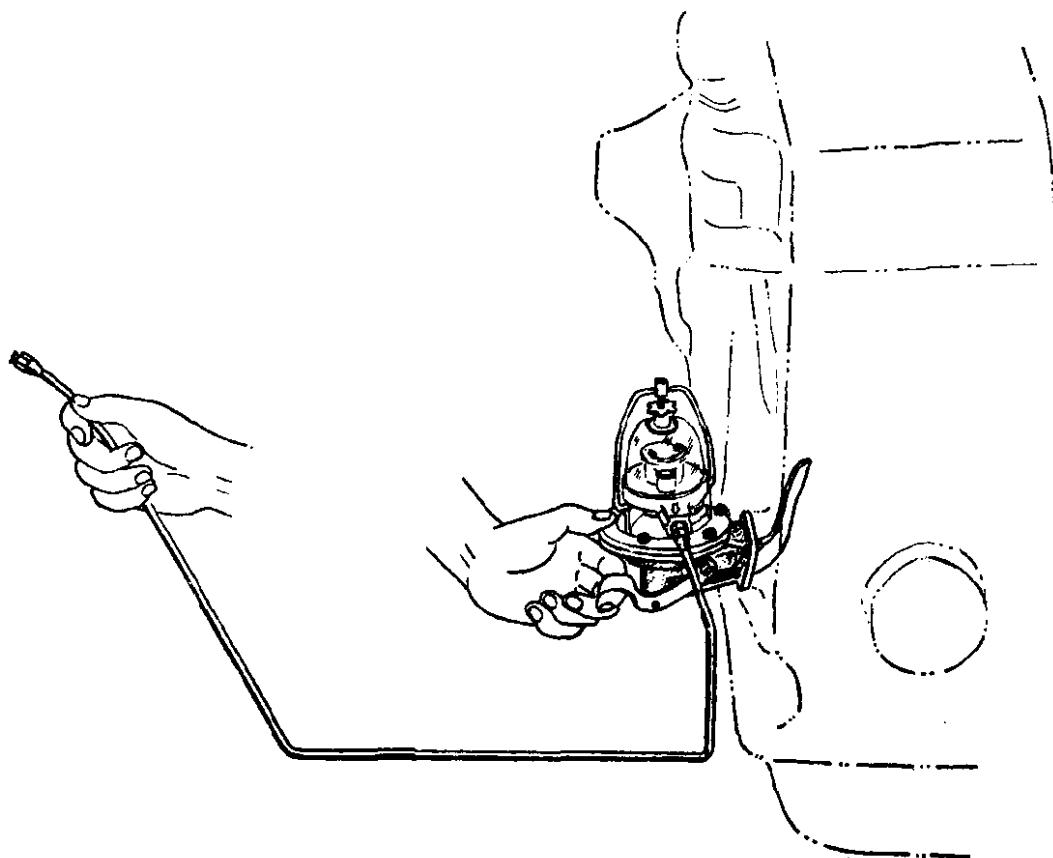

图 2 检查通汽化器的油管是否来油
- ①没有汽油从油管中喷出，这就可以断定故障在油箱与汽油泵之间（包括汽油泵）。再用手扳动汽油泵泵油手柄，如果仍不来油（见图2）。